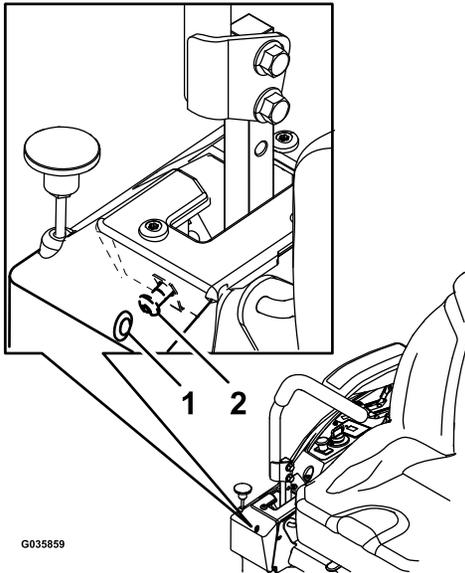

Figura 59
6. Si la máquina se desvía hacia la derecha, inserte una llave hexagonal de 3/16" a través del orificio de acceso del panel derecho delantero y gire el tornillo en sentido horario o antihorario para ajustar el recorrido de la palanca (Figura 59).
7. Si la máquina se desvía hacia la izquierda, inserte una llave hexagonal de 3/16" a través del orificio de acceso del panel derecho delantero y gire el tornillo en sentido horario o antihorario para ajustar el recorrido de la palanca (Figura 59).